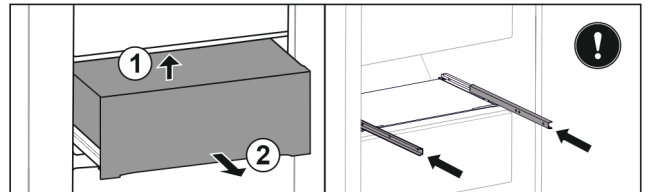

Fig. 37
- Sollevare il cassetto dal basso sul lato posteriore. Fig. 37 (1)
- Rimuovere il cassetto tirandolo in avanti. Fig. 37 (2)